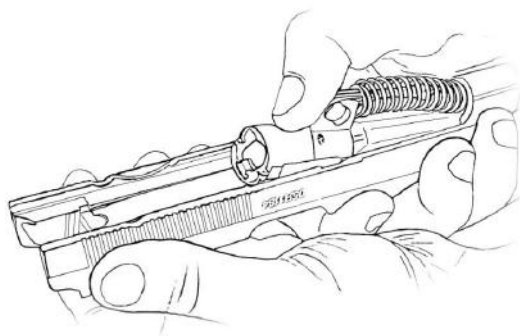

Рис. 54. Введение передней части ствола и возвратной пружины в полости затвора
3. Ввести переднюю часть ствола и переднюю часть возвратной пружины в соответствующие полости затвора, удерживая ствол за выступающую часть муфты и, сжимая возвратную пружину, ввести казенную часть ствола за венчик затвора (рис. 54).